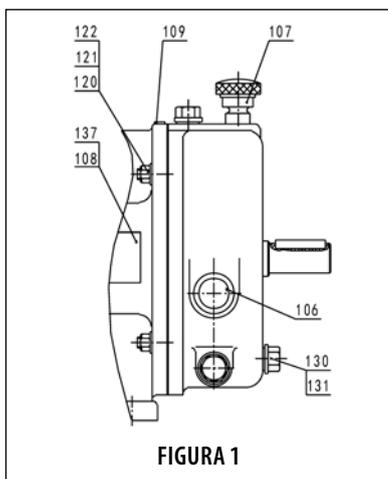

FIGURA 1
Consulte a Figura 1. Desparafuse o bujão de drenagem (130), solte o filtro de ar (107) e drene o óleo lubrificante da caixa de engrenagens (04). Colete o óleo lubrificante em um recipiente adequado. Levante a caixa de engrenagens (04) após a remoção das porcas de trava (121).